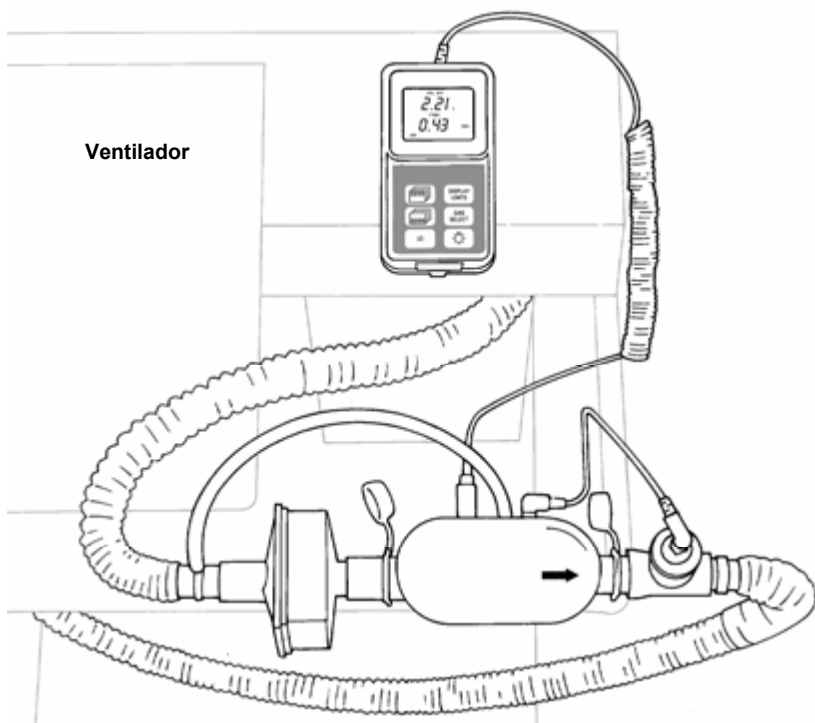
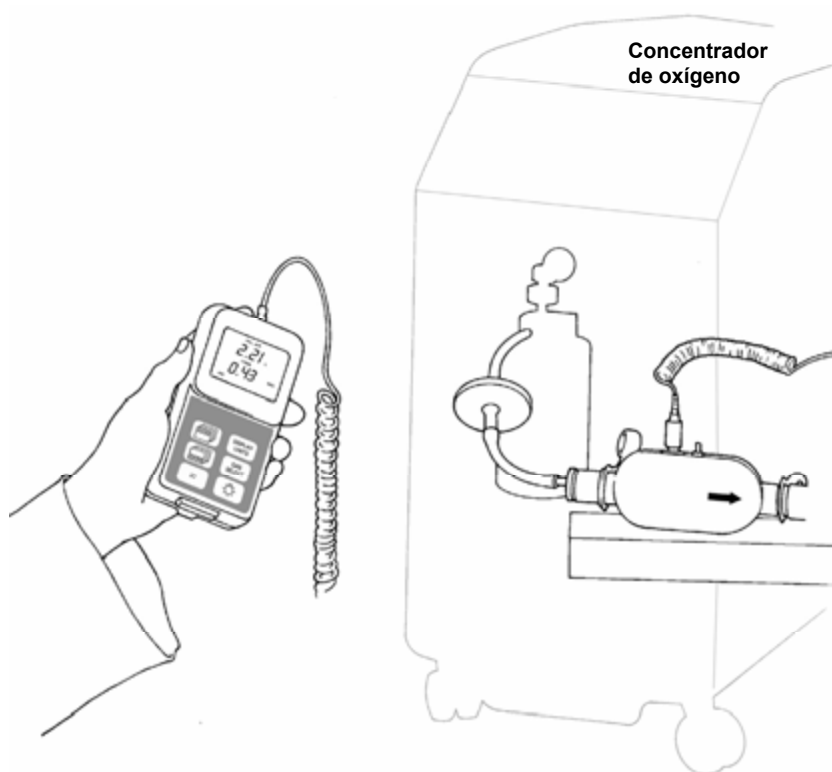

Figura 7. Instalación de un módulo de flujo en el circuito de prueba
Figura 8. Sistema de pruebas Certifier® FA instalado en un circuito concentrador de oxígeno
5. Instale el módulo de flujo en el circuito de prueba (**Figura 7, Figura 8**).